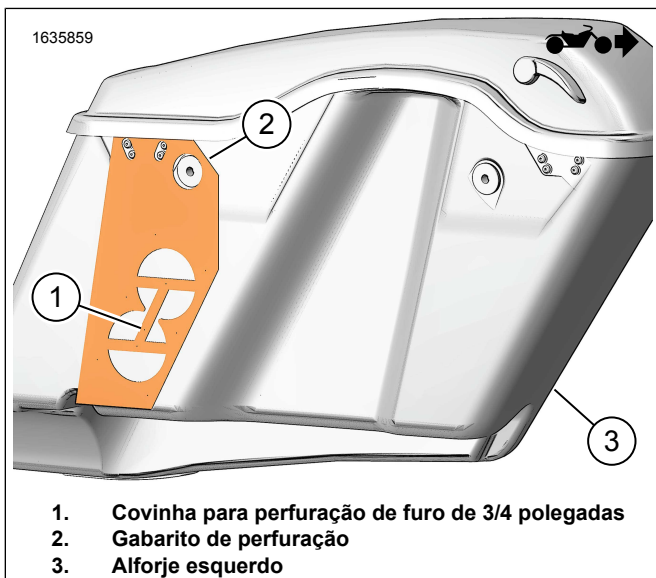

Figura 3. Alforje esquerdo
4. Figura 3 Posicione o gabarito de perfuração (2) no alforje esquerdo (3).
5. Modifique o alforje esquerdo (3).
- a. Centralize a punção no gabarito para marcar o furo (1).